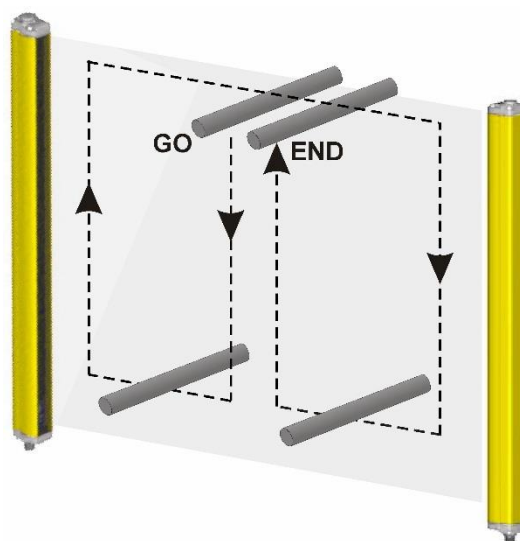

Abbildung 11 – Schema zur Überprüfung der Funktion
- Die AOPD während der Unterbrechung der Strahlen (➡) entlang des gesamten Erfassungsbereichs im OSSD-OFF-Zustand verweilt. Verwenden Sie dafür einen entsprechenden „Teststab“ und befolgen Sie das in Abbildung 11 gezeigte Schema. Der entsprechende „Teststab“ hat ein Maß entsprechend der Auflösung der verwendeten AOPD, z. B. einen Durchmesser von 14 mm für einen Lichtvorhang mit 14 mm Auflösung.